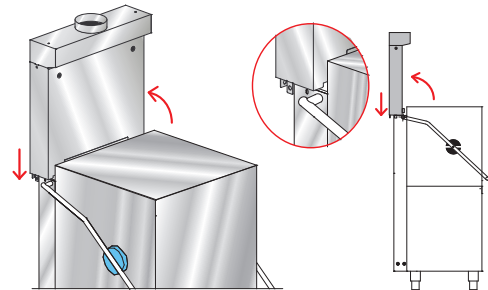

Abb. 11
- Den Wärmetauscher vertikal über der Rückseite positionieren (siehe Abb. 11).